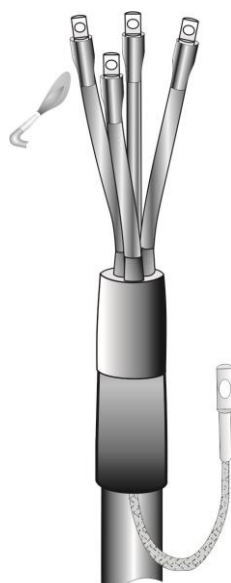

Рис.8
**8.** Надвинуть манжеты для герметизации наконечников на трубчатую часть наконечников и усадить, начиная от середины. После усадки по торцам манжет должен выступить клей (Рис.8).